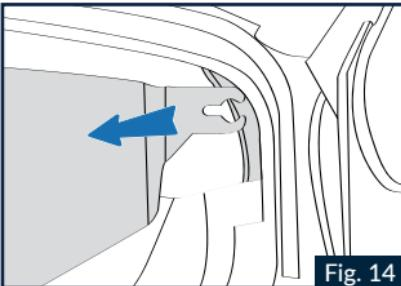

Fig. 14
- 3.2 Agarre la parte lateral izquierda de la pantalla parasol y tire de esta hacia el exterior del casco (véase Fig. 14)
- 4.2 Introduzca el extremo izquierdo de la pantalla parasol en la guía hasta que quede completamente trabado en el alojamiento de la calota (Fig. 14).